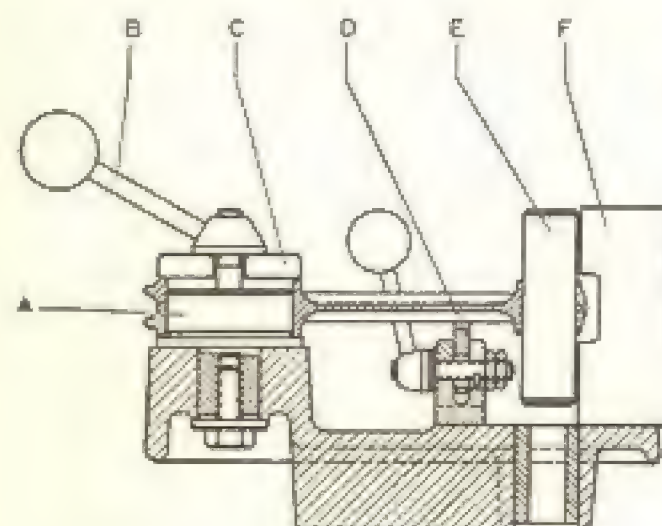

Fig. 19-H — Dispositivo VW 214b para verificação e correção do alinhamento das bielas.
**Bielas.** — A verificação e a correção do alinhamento das bielas se faz com auxílio do dispositivo VW 214 b, que se vê nas figs. 19 e 20-H, no qual a biela é colocada sem a bucha (Modelos "1 200" — 36 HP).